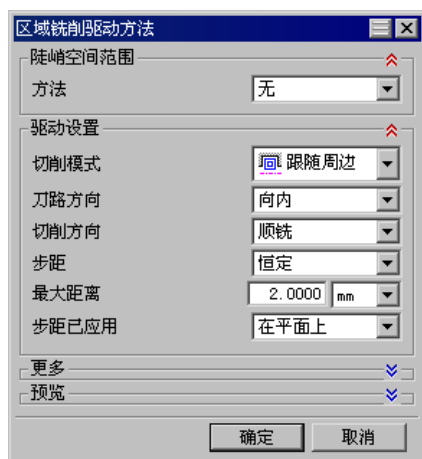

图 21.40 “区域铣削驱动方法”对话框
Step1. 在“轮廓区域”对话框 **驱动方法** 区域的 **方法** 下拉列表中选择 **区域铣削** 选项, 单击“编辑参数”按钮, 系统弹出“区域铣削驱动方法”对话框; 设置图 21.40 所示的参数。